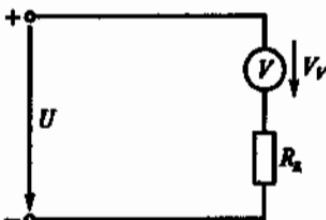

Рис. 167
5.28.Р. Шкала вольтметра от 0 до 100 В. Напряжение в цепи на рис. 167 может достигать 500 В. Сопротивление вольтметра 5 кОм. Каково добавочное сопротивление R_x вольтметра?